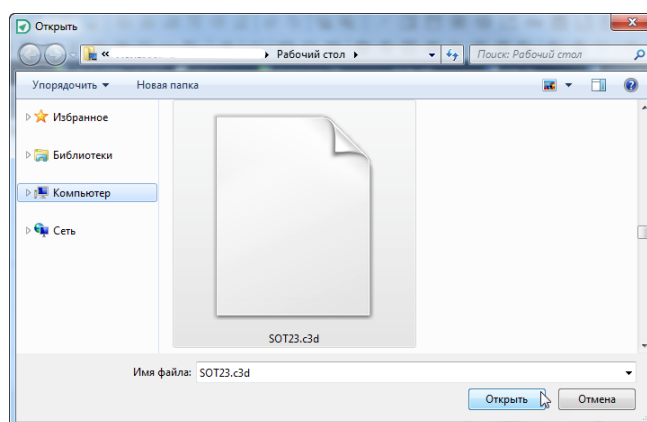

Рис. 297 Выбор файла 3D модели
4. Выберите нужный файл модели в отобразившемся окне проводника, см. Рис. 297.